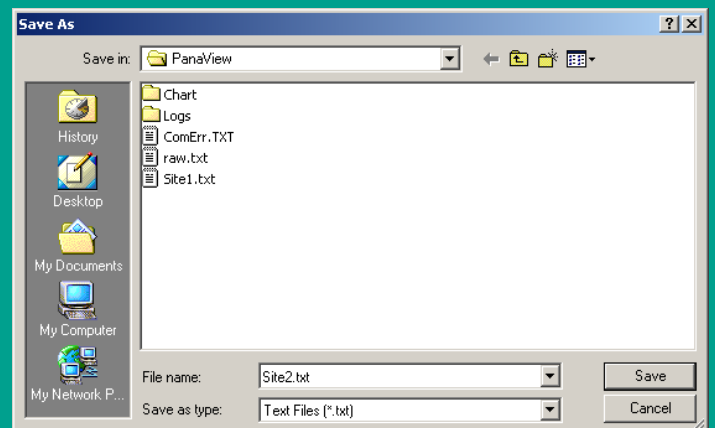

Figura 30: Guardar como janela
Para guardar o sinal em bruto, clique em guardar. Abre-se uma janela semelhante à da figura 30. Introduza o nome pretendido e clique em guardar para guardar o sinal como um ficheiro de texto.
2. Clique em guardar o sítio no PC. Abre-se uma janela semelhante à da figura 30.